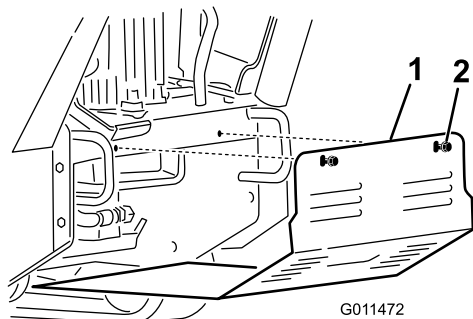

Figura 26
2. Afloje secuencialmente los 2 pernos que sujetan el protector inferior hasta que el deflector quede libre (Figura 26).
2. Coloque el protector inferior en la máquina de manera que descansa sobre las 4 pestañas (Figura 26).